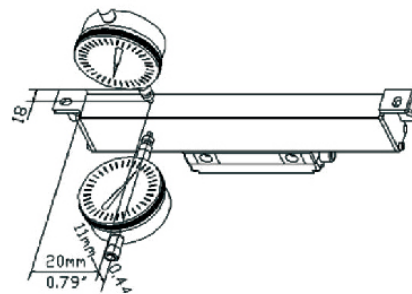

图2.2
3、使用杠杆表或其它相似仪表校正尺身的平行度时 测头角度必须在正负30度以内(以杠杆表头和表身平行而言),该角度越小越好,若使用百分靠表时(如图2.2、2.3、2.4、2.5),必须使用测头杆与被测面垂直,以确保所测的值为实际精度。
9、调校光栅尺高度和水平时 必须以光栅尺的长度中心取两边对称点作为调校基准点,任一光栅尺不论在调校水平方向或高度方向时,其调校范围:对尺身而言,以表头距尺身两端的距离各不超过20mm为准,图2.2;对读数头而言,在两个四方基准面之间(图2.3)